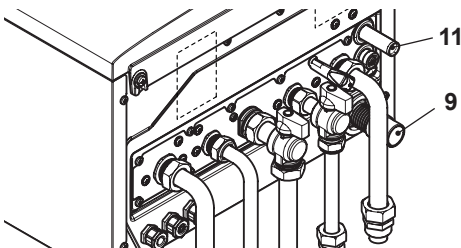

Figura 5.4
- Collegare lo scarico della valvola di sicurezza 11 (Figura 5.4) ad un imbuto di scarico.
- Inserire il tubo flessibile di scarico condensa 9 (Figura 5.4) all'interno del condotto di scarico condensa domestico o nell'imbuto di scarico della valvola di sicurezza, qualora lo scarico sia idoneo a ricevere condensa acida.